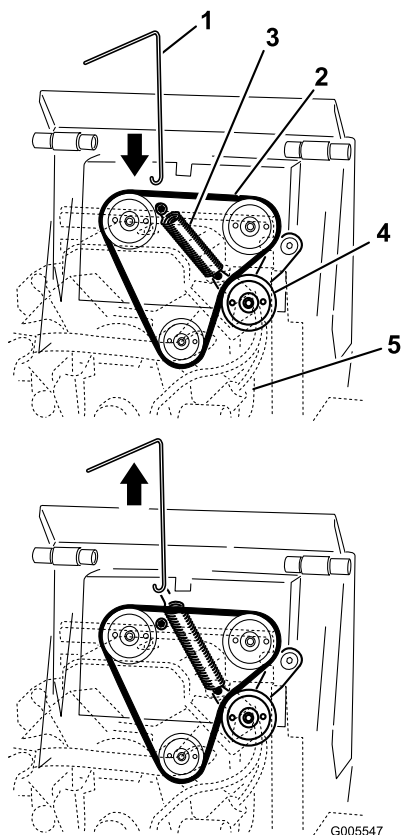

Figure 47
3. Accrochez le crochet de l'outil de dépose au crochet du ressort de la poulie de tension, et décrochez le ressort du goujon, comme illustré à la Figure 47.